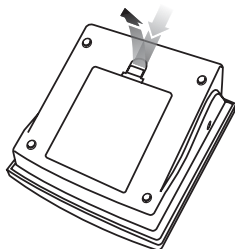

Fig. 2
a) Togliere il coperchio nel modo indicato in Fig. 2.